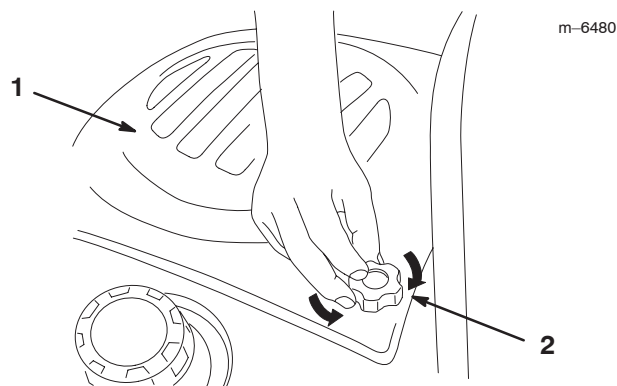

**Figure 15**
- Élevez le repose-pied et placez les tiges dans les mêmes trous (Fig. 15).